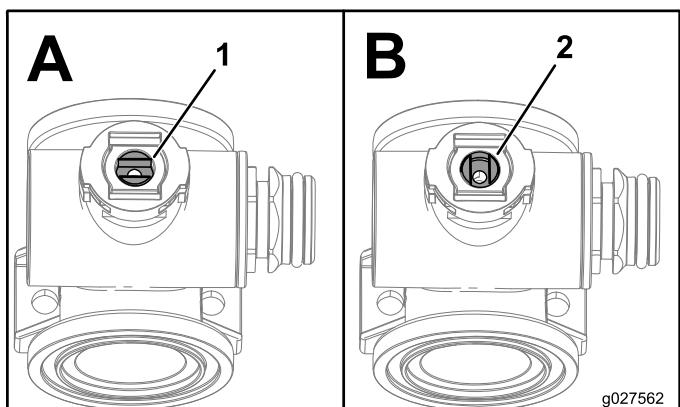

Рисунок 5
Примечание: Убедитесь, что шток клапана находится в открытом положении (вид A; Рисунок 5 5).
11. Поверните шток клапана таким образом, чтобы клапан был закрыт (вид В; Рисунок 5).